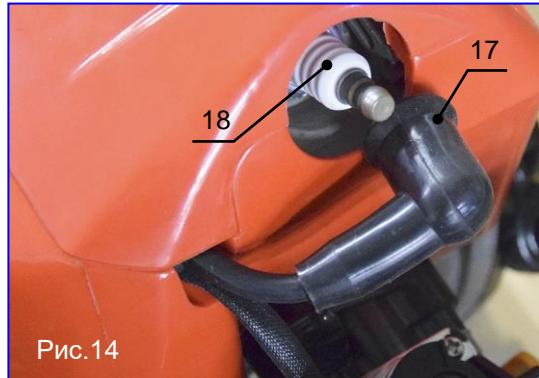

Рис.14
- Снять штекер (поз.17, рис.14) со свечи зажигания (поз.18, рис.14)